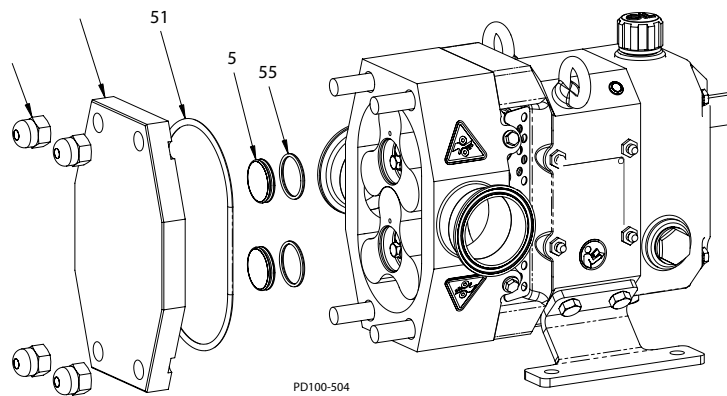

Figura 66 - Instalación de la cubierta de la bomba
1. Fije el anillo O del tapón roscado (Figura 66, renglón 55) en la ranura del tapón roscado (elemento 5) y fíjelo en la perforación del rotor. El anillo O calza en la ranura de la perforación del rotor.